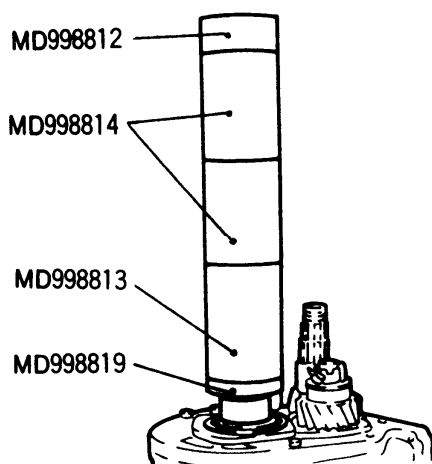

图 3-64 安装轴承套筒
(11) 安装倒档中间齿轮轴螺栓时, 对螺栓的螺纹部分涂敷所规定的密封胶并拧紧至规定扭矩。所规定的密封胶为 3M 螺柱锁定用, 产品号 4170 或相当的品种。
(12) 安装轴承套筒时, 如图 3-64 所示, 用专用工具安装轴承套筒。